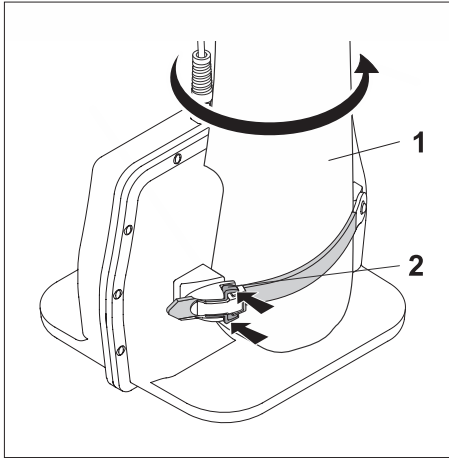

Abb. 38: Markerball-Antenne – Empfänger und Antenne trennen
3. Lösen Sie das Ratschenband (Abb. 38).